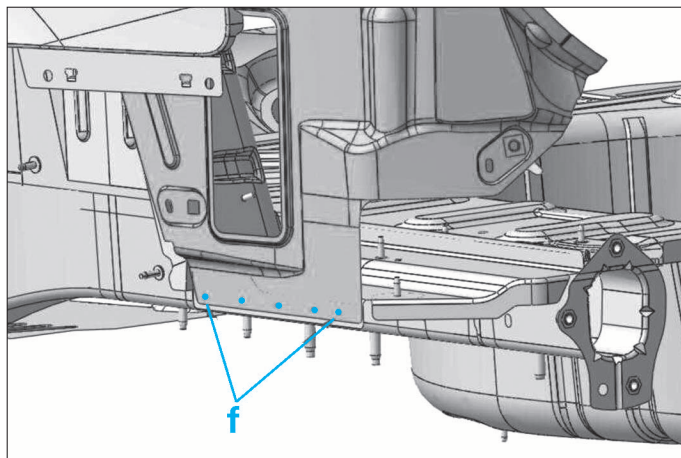

FIG. 122
- Fraiser les 5 points (f) (Fig. 122).
- (f) par soudure électrique (Fig.122).